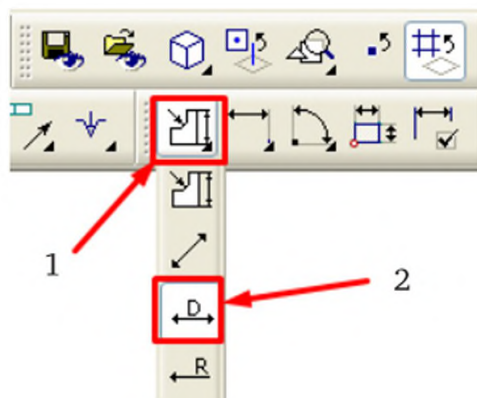

Рис. 6.5
1. Указанием курсора при нажатой левой кнопке «мыши» нажать и удерживать кнопку **Авторазмер**  (1) (рис. 6.5). На раскрывшейся панели выбрать кнопку **Диаметральный размер** , левую кнопку «мыши» отпустить.